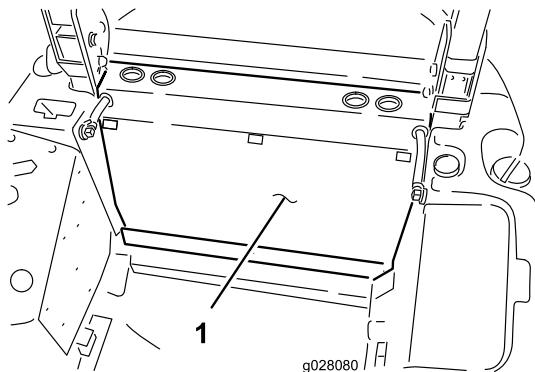

Figura 3
- Retire os 3 trincos de libertação rápida que fixam o painel traseiro à estrutura e retire o painel traseiro (Figura 3).